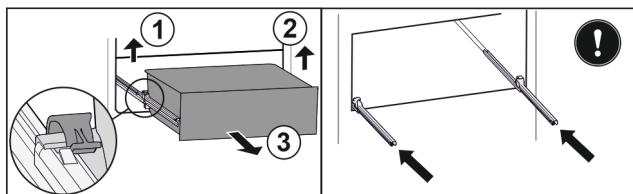

Fig. 125
- ▶ Приподнимите левый зажим и одновременно вытяните движением вперед выдвижной ящик слева. Fig. 125 (1)
- ▶ Приподнимите правый зажим и одновременно вытяните движением вперед выдвижной ящик справа. Fig. 125 (2)
- ▶ Извлеките выдвижной ящик движением вперед. Fig. 125 (3)